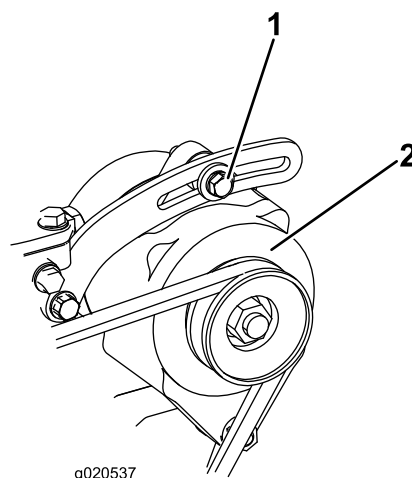

Рисунок 144
1. Если прогиб не равен 10 мм, ослабьте болты крепления генератора (Рисунок 144).